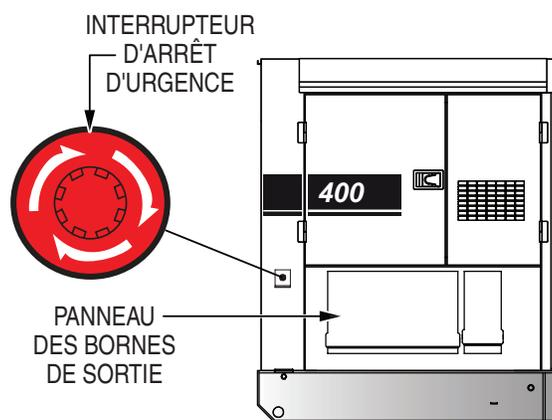

Figure 50. Bouton d'arrêt d'urgence
1. Pour arrêter le moteur en cas d'urgence, appuyez sur l'**interrupteur d'arrêt d'urgence** (Figure 50). Cet interrupteur est situé sur le côté du générateur, à côté du panneau des bornes de sortie.